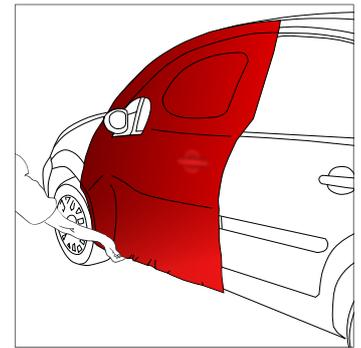

Abbildung 23
- › Wenn Sie dies getan haben, ist die Folie bis zum unteren Rand der Karosserie zu spannen. (Abb. 23)